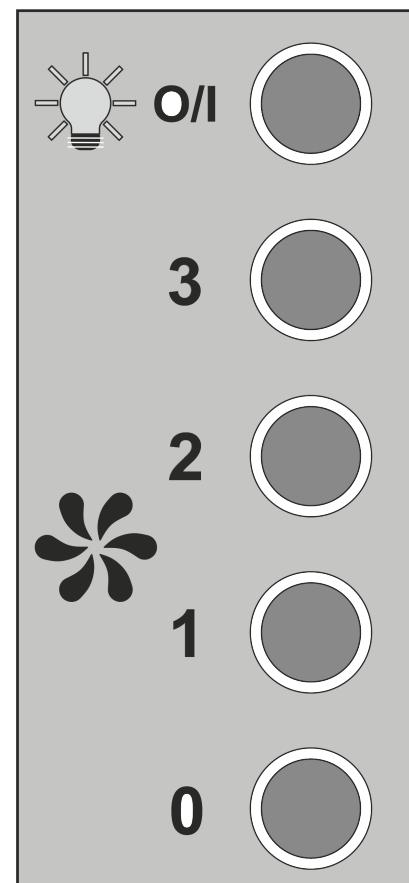

Рис.5
**7.3** На нижній площині корпуса розміщений кнопковий перемикач режимів роботи і включення ламп освітлення (рис.5).